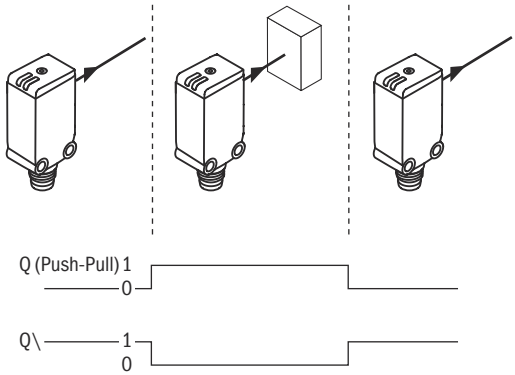

Figura 8: Comportamiento de conmutación
- 2 La distancia de conmutación se ajusta pulsando el botón de aprendizaje simple hasta que el LED amarillo comience a parpadear lentamente. Recomendamos colocar el estado de conmutación en el objeto, por ejemplo, según la imagen anterior. Una vez ajustada la distancia de conmutación, el objeto se retira del recorrido del haz, lo que provoca que el fondo se suprima y que la salida conmutada cambie (véase figura 8, página 49).
Si la salida conmutada no se comporta de acuerdo con el diagrama anterior, compruebe las condiciones de aplicación, véase figura 8, página 49.